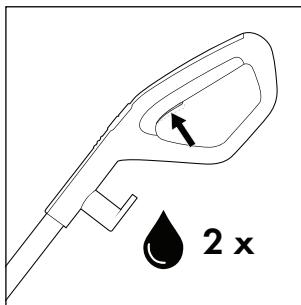

Rys. 16
- ◆ Odwin kabel zasilający ⑯ całkowicie z uchwytów kabla górnego i dolnego ⑯/⑰. Aby szybko odwinąć kabel zasilający ⑯ z uchwytów kabla ⑯/⑰, wyciągnij nieco górny uchwyt kabla ⑯ i obróć go w dół (patrz rys. 16).